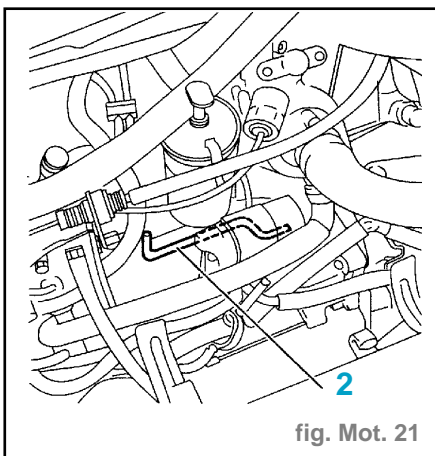

fig. Mot. 21
- Piger le volant-moteur à l'aide de la pige (2) (fig. Mot. 21).